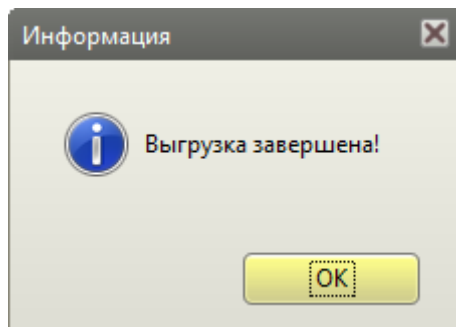

Рисунок 8.4 – Окно с уведомлением об успешном сохранении данных из ФН в файл
8.5.6 После успешного сохранения данных из ФН в файл появится соответствующее окно с уведомлением об успешном сохранении данных из ФН в файл (Рисунок 8.4).